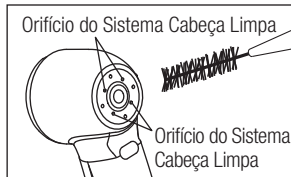

Fig. 5
- 2) Elimine a sujidade e os resíduos dos orifícios do Sistema Cabeça Limpa com o arame e a escova de limpeza (fornecidos como acessórios da turbina) (Fig. 5).